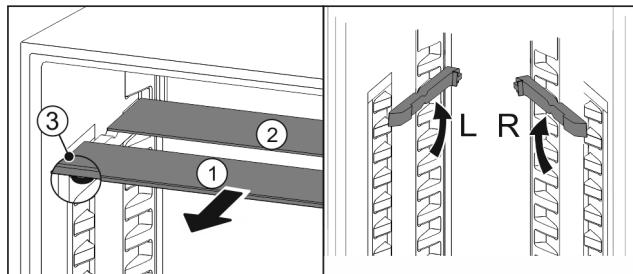

Fig. 34
- Steklene plošče posamično izvlecite Fig. 34 (1) naprej.
- ▷ Steklena plošča Fig. 34 (1) z okrasno letvijo je spredaj.
- ▷ Zaustavljalniki Fig. 34 (3) so obrnjeni navzdol.